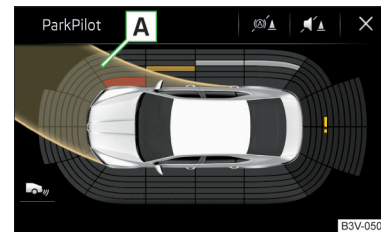

Abb. 270
**Funktionsflächen und Warnungen** » Abb. 270
Die Fahrbahnanzeige **A** » Abb. 270 zeigt die Fahrbahn an, auf der das Fahrzeug mit der aktuellen Lenkrad- und Schalt-/Wählhebelstellung fahren würde.
Die Bremsfunktion kann auch einmalig mit der Funktionsfläche  » Abb. 270 auf Seite 231 deaktiviert werden.